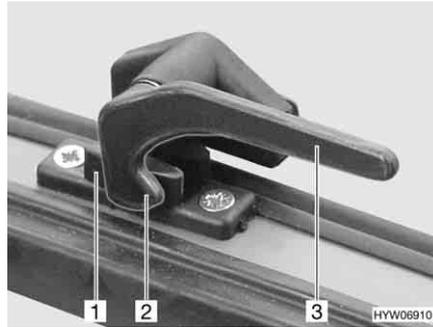

Fig. 47 Leva di serraggio in posizione "Chiuso"
- Ruotare la leva di serraggio (Fig. 47,3) di un quarto di giro verso il centro della finestra.
- Ruotare la leva di serraggio (Fig. 47,3) di un quarto di giro verso il telaio della finestra. Il nasello di chiusura (Fig. 47,2) si trova sul lato interno della chiusura della finestra (Fig. 47,1).
- In posizione "Completamente chiusa" (Fig. 47)